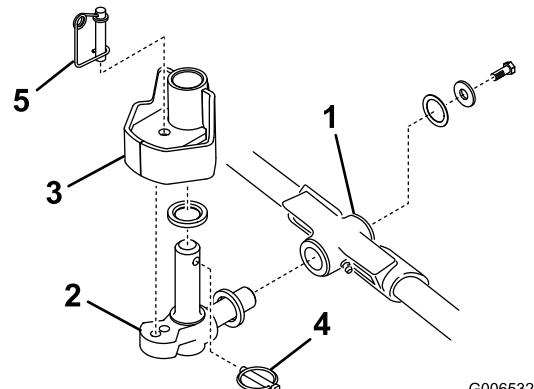

Figura 13
- Introduzca una arandela de empuje en el eje horizontal del nudo del pivote tal y como muestra Figura 13.
- Introduzca el eje horizontal del nudo del pivote en el tubo de montaje del bastidor de tiro (Figura 13).
- Fije el pivote al bastidor de tiro con una arandela de empuje, una arandela plana y un tornillo de caperuza con arandela prensada (Figura 13).
- Introduzca una arandela de empuje en el eje vertical del nudo del pivote (Figura 13).
- Si no está ya instalado, introduzca el eje vertical del pivote en el buje de pivote del brazo de elevación (Figura 13).
- Introduzca el pasador de seguridad en el taladro transversal del eje del nudo del pivote (Figura 13).
Nota: Si se requiere fijar la posición de la unidad de corte, introduzca el pasador de bloqueo de la dirección en el taladro de montaje del pivote (Figura 13).
13. Enganche el alambre del muelle alrededor de la parte inferior del pasador de bloqueo de la dirección (Figura 13).